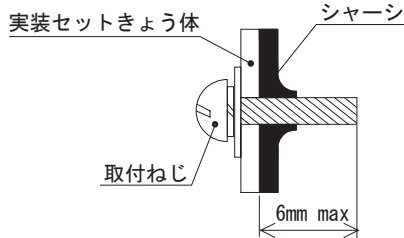

図3.1 取付ねじ
■使用するねじは、内部部品との絶縁距離を保つため、ねじ挿入長さは電源の外側から6mm maxとします（図3.1参照）。